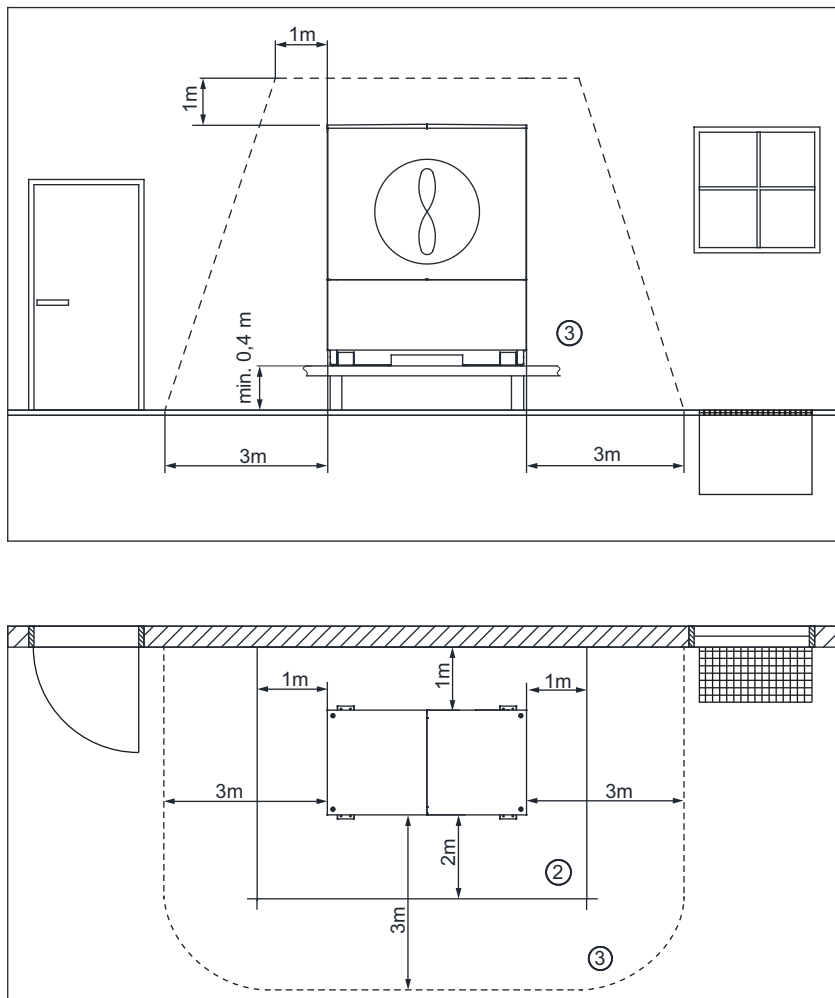

Abb. 6.2: Sicherheitsbereich und Wartungsbereich der Wärmepumpe bei Sockelmontage
Zur Durchführung von Wartungsarbeiten ist ein Wartungsbereich ②, siehe Abb. 6.1 auf S. 8 und Abb. 6.2 auf S. 9 mit den dargestellten Abständen frei zugänglich zu halten. Bei Aufstellung von mehreren Wärmepumpen sind die Wartungsabstände
② zwischen den einzelnen Wärmepumpen einzuhalten.
3 Meter reduziert werden (Abb. 6.2 auf S. 9). Der Sockel ist so auszuführen, dass aus allen Richtungen eine Luftströmung den Sockel unterströmen kann.